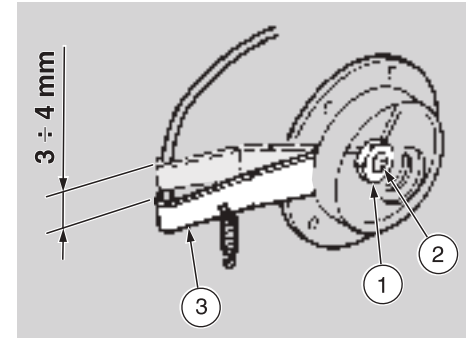

Fig. 18
- ♦ Afloje la tuerca interna (1-Fig.18) con la llave adecuada suministrada.
- ♦ Atornille el tornillo de regulación (2-Fig.18) con un destornillador hasta recuperar totalmente el juego.
- ♦ Destornille dicho tornillo de 1/2 vuelta aproximadamente, lo cual corresponde a $3 \div 4$ mm de carrera de la palanca (3-Fig. 18).